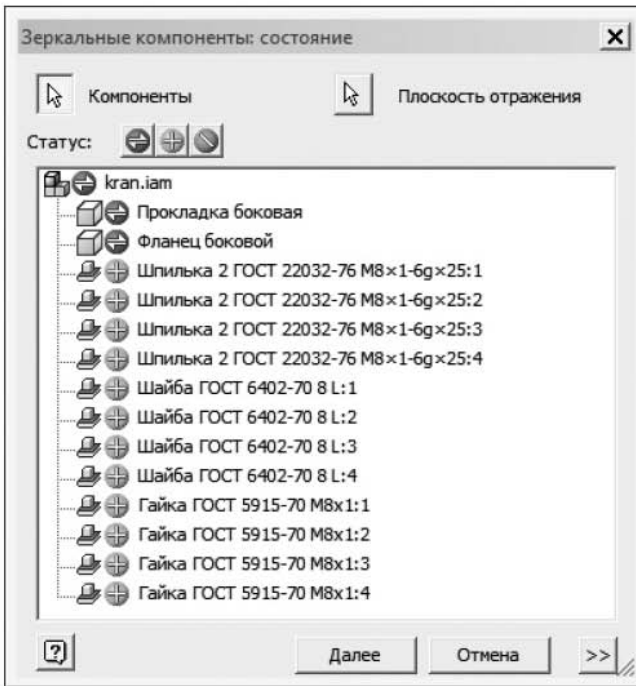

Рис. 9.39. Диалоговое окно команды Зеркальное отражение
16. Выберите команду Сборка ► Компонент ► Зеркальное отражение , в появившемся диалоговом окне выделите в браузере, нажав клавишу Ctrl, боковую прокладку, боковой фланец, шпильки, шайбы и гайки (рис. 9.39). Нажмите